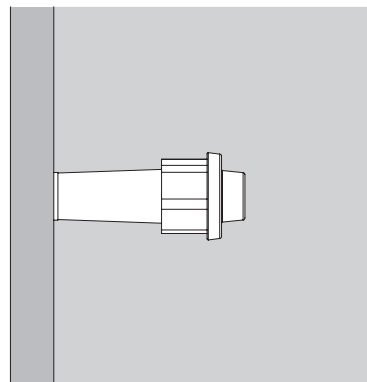

Fig. A1.04
3. Concrete the wall. (Fig. A1.04)